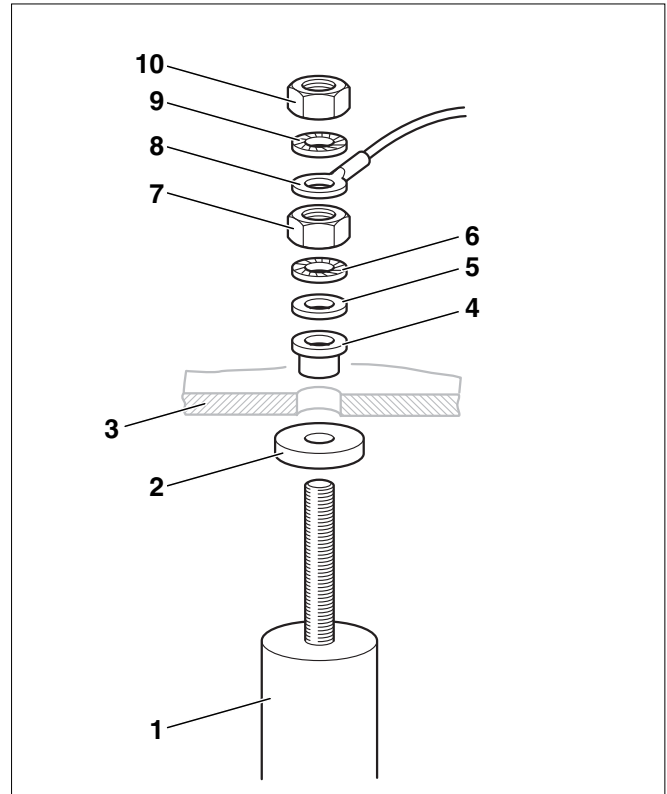

Fig. 16 Remplacer l'anode au magnésium
- Contrôler la dégradation de l'anode au magnésium (fig. 16, **pos. 1**). Remplacer l'anode si le diamètre a diminué à env. 15 – 10 mm.
- Dévisser l'écrou M8 (fig. 16, **pos. 10**) pour retirer l'anneau du câble de mise à la terre (fig. 16, **pos. 8**).
- Dévisser l'écrou M8 (fig. 16, **pos. 7**).
- Retirer la trappe de visite (fig. 16, **pos. 3**) de l'anode au magnésium (fig. 16, **pos. 1**).
- Monter une nouvelle anode au magnésium avec les pièces jointes à la livraison comme représenté dans la figure 16.